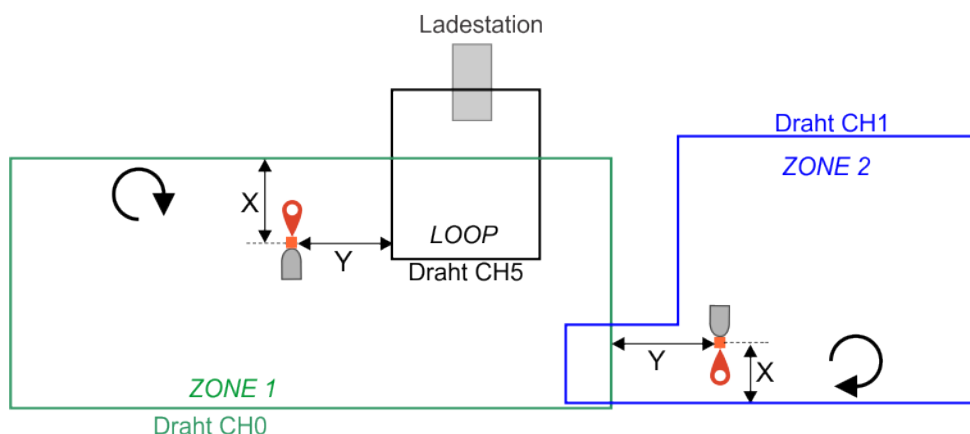

Abbildung 159: Infrastruktur
16. Positionieren Sie den Roboter an der gewünschten Stelle in ZONE 1. Dies muss sich auf die für ZONE 1 definierte Rückkehrrichtung beziehen. In diesem Beispiel ist dies im Uhrzeigersinn wie in **Abbildung 159: Infrastruktur** (Seite 132) gezeigt. X muss > 5 m sein. Y muss > 10 m sein. Der Roboter muss in Richtung Draht fahren.
21. Positionieren Sie den Roboter an der gewünschten Stelle in ZONE 2. Dies muss sich auf die für ZONE 2 definierte Rückkehrrichtung beziehen. In diesem Beispiel ist dies im Uhrzeigersinn wie in Abbildung 159: Infrastruktur (Seite 132) gezeigt. X muss > 5 m sein. Y muss > 10 m sein. Der Roboter muss in Richtung Draht fahren.